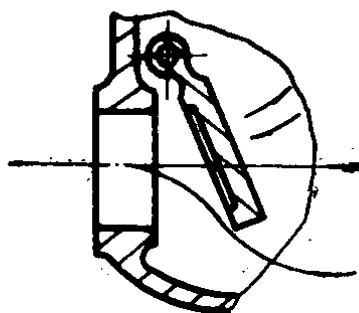

图 2-4 旋启形结构
4. 旋启形——关闭件围绕阀座外的一个轴旋转。如图 2-4 所示。